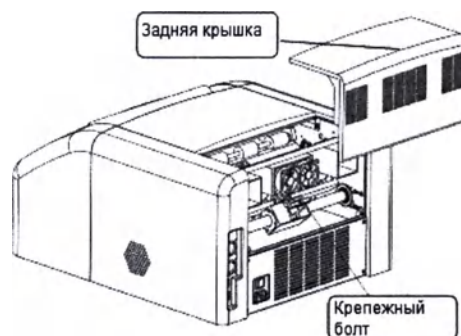

Рисунок 29 – Снятие задней крышки
- открыть заднюю крышку и ослабить крепежный болт (Рисунок 29).